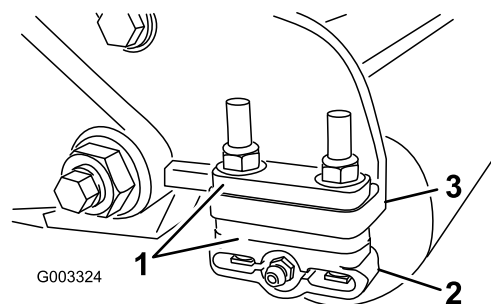

Figure 11
1. Réglez les supports du rouleau arrière (Figure 11) à la plage de hauteur de coupe voulue en positionnant le nombre correct d'entretoises sous le rebord de la plaque latérale (Figure 11) en vous reportant au Tableau des hauteurs de coupe (page 12).